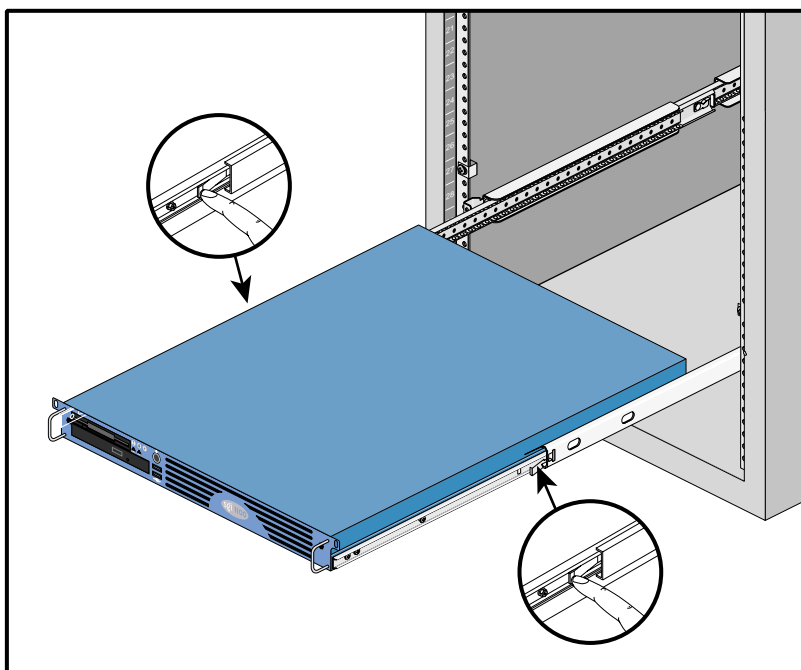

Figure 2-11 Retrait des languettes des glissières
1. Retirez le rail du châssis de l'une des glissières (voir le Tableau 2-2 pour des illustrations de ces deux composants). Pour retirer le rail, appuyez sur la languette de verrouillage, comme illustré sur la Figure 2-11.
3. Libérez les languettes des glissières des deux côtés du châssis et faites glisser le châssis (voir la Figure 2-11 pour de plus amples détails). Les glissières sont un peu rigides lorsque le châssis coulisse pour la première fois, car les boîtiers de soutien ne sont pas centrés sur les glissières. Après plusieurs coulissements sur le châssis, le déplacement s'effectue plus aisément.